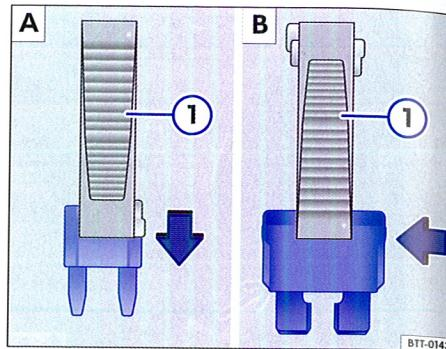

Fig. 241 Scoaterea sau introducerea siguranței cu clema cleștelui din plastic ①.
- Luați, după caz, cleștele din plastic → fig. 241 ① din capacul cutiei de siguranțe.
- În cazul siguranțelor fuzibile mici, introduceți clema ① de sus → fig. 241 A.
- În cazul siguranțelor fuzibile mari, împingeți clema ① din lateral pe siguranță → fig. 241 B.
- Dacă o siguranță fuzibilă este arsă, înlocuiți-o cu o altă siguranță de aceeași capacitate (aceeași culoare și etichetare la fel) și cu aceeași dimensiuni → ①.